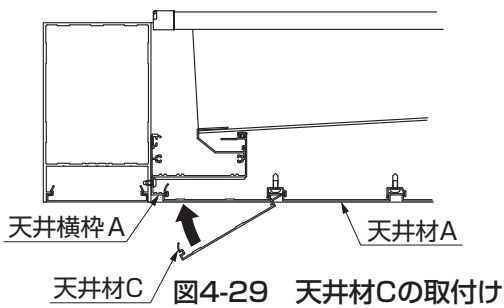

図4-29 天井材Cの取付け
- ⑥ 天井材Cを天井材A、天井横枠Aにかん合させて取付けてください。(図4-29参照)